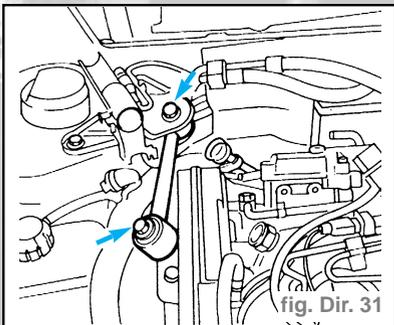

fig. Dir. 31
- enlever la biellette de réaction en dévissant les vis de fixation illustrées (fig. Dir. 31).